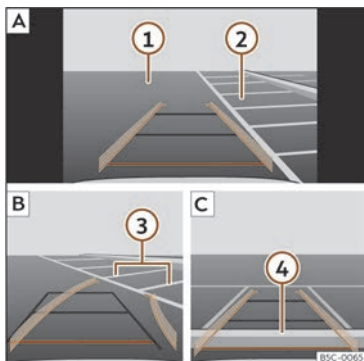

Fig. 166 Affichage sur l'écran du système d'infodivertissement : garer avec l'assistant de marche arrière.
Légende de la >>> **fig. 166**:
- Placez le véhicule en face de la place de stationnement >>> **fig. 166 2 A**.